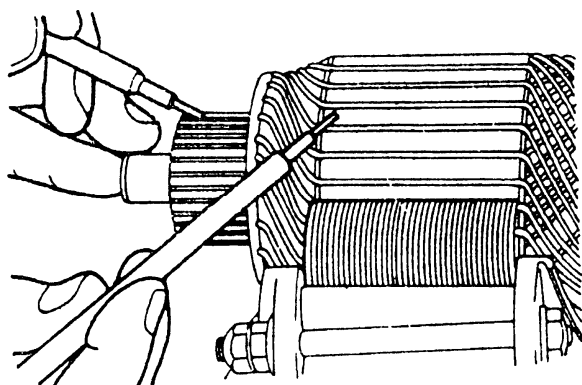

图 9-25
①将电枢放在短路线圈测试仪内。
②将一片薄钢片固定在平行位置，当电枢在短路线圈测试仪内转动时使其正好在上面。短路的电枢将会引起钢片振动，并被铁心吸引。更换短路的电枢。
(2) 电枢线圈接地试验 (见图 9-25)